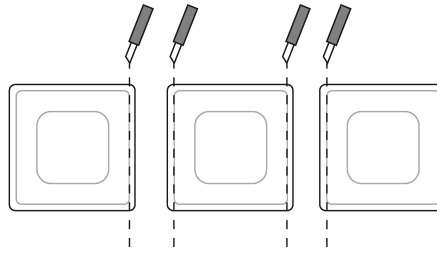

Figure 3: Découpe des pastilles adhésives pour les combinaisons multiples
- i** Pour les combinaisons multiples, les faces aboutées des pastilles adhésives doivent être coupées le long du préperçage externes à l'aide d'une règle et d'un cutter (Figure 3).